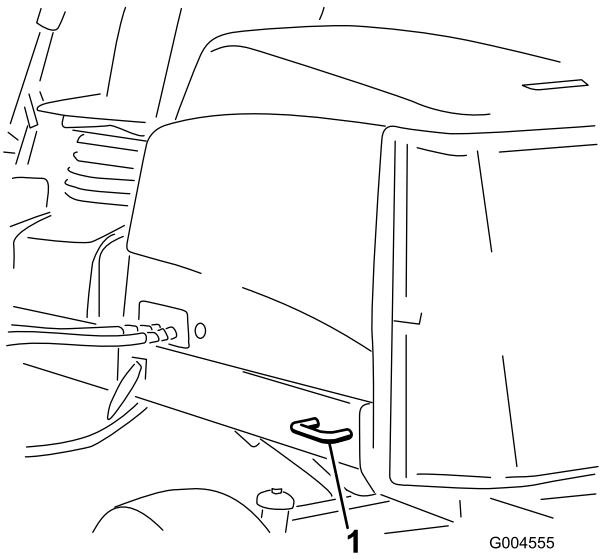

Figure 46
- Arrière – chaque côté de la machine sur le châssis arrière (Figure 46).